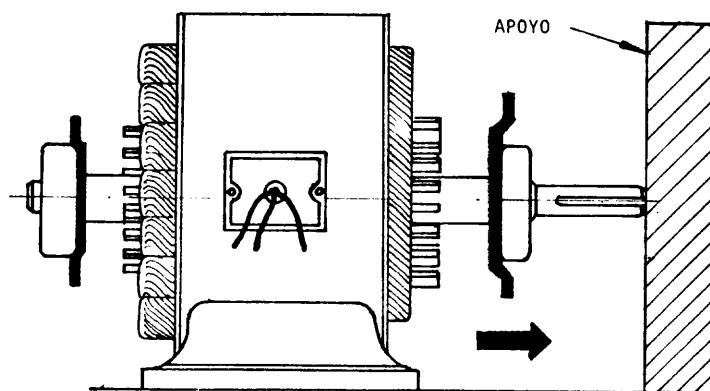

Fig.2
- b Verifique en la carcasa el lado marcado que corresponde a la tapa y desplace el motor hasta que el extremo del eje opuesto a esa tapa toque un apoyo firme (fig.2).